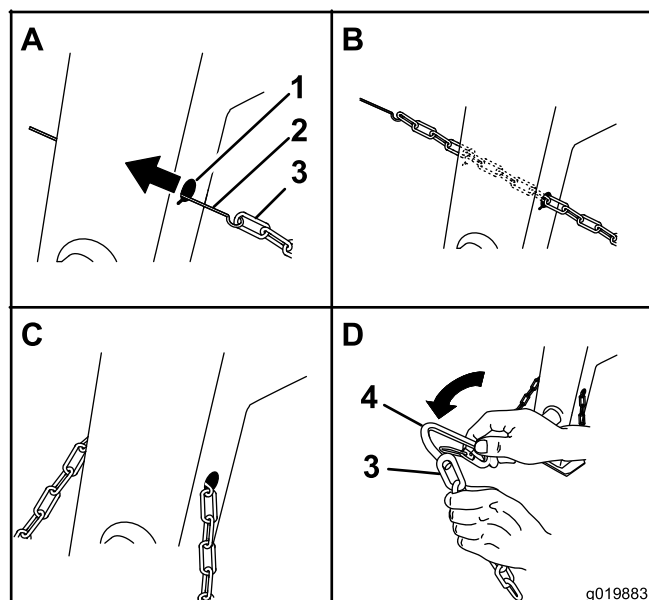

Figura 5
2. Enganche la cadena de seguridad a la varilla o al alambre (Figura 5).